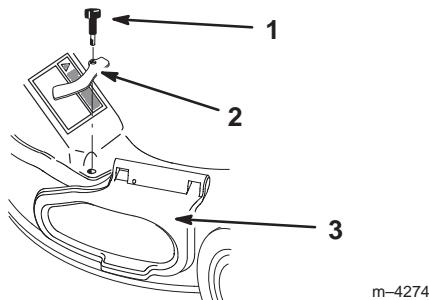

Abbildung 36
- 12.** Die vordere rechte Ecke des Auswurfkanals und die Abdeckung der Seitenöffnung mit der vorher entfernten Klammer und dem langen Knopf, der dem Graskorb beiliegt, befestigen (Abb. 36).